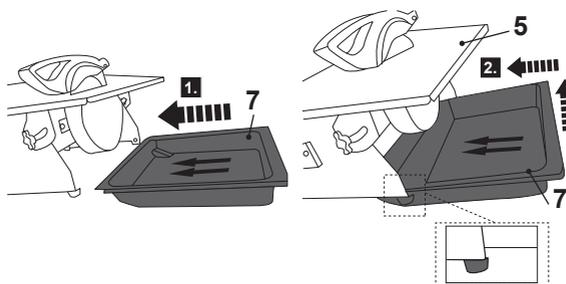

Fig. 8
1. Incline a máquina como indicado na fotografia, depois alinhe e deslize o tanque de água (7) debaixo da máquina para uma posição intermédia (Fig. 8, passo 1).
2. Levante o tanque de água (7) em direção à mesa de trabalho (5) e continue a deslizar o tanque de água (7) até parar (Fig. 8, passo 2).